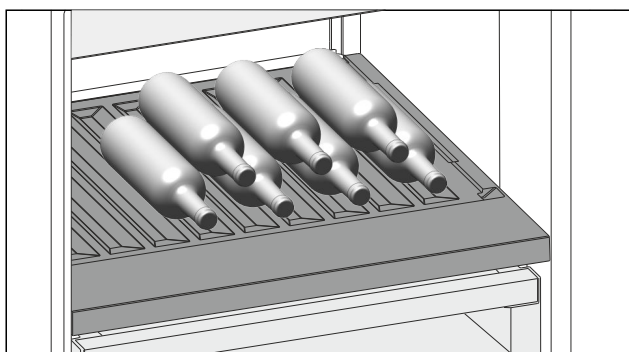

Fig. 139
- Láhve ukládejte dnem dozadu k zadní stěně. (viz Fig. 139)